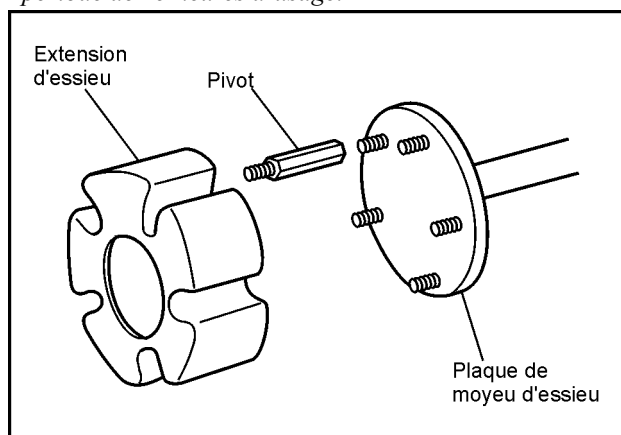

Figure 11-3. Installation des extensions d'essieu
5. Installer les pivots d'extensions sur tous les boulons des roues du véhicule et resserrer solidement en utilisant une douille de 1,6 cm (5/8 po). Voir la Fig. 11-3.